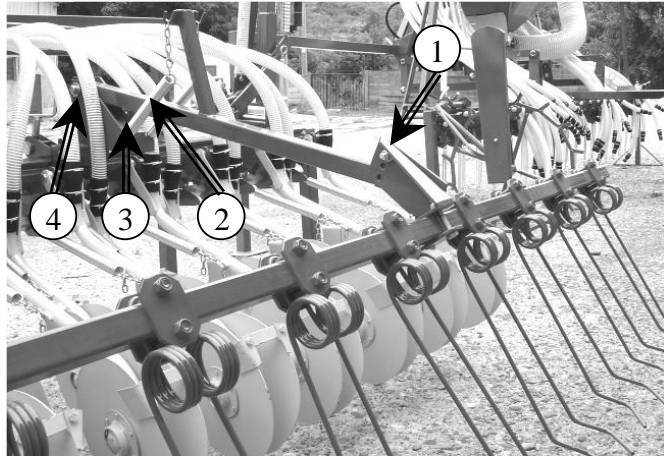

Abb. 29 Eggenrahmen
- Druck des Eggenrahmens: mit Hilfe der Zugfedern / 2, Abb. 29/
- Anhäufelungstiefe: mit Hilfe des Anschlags /3, Abb. 29/
- Anhäufelungswinkel: mit Hilfe der Aufhängeöffnung /1, Abb. 29/